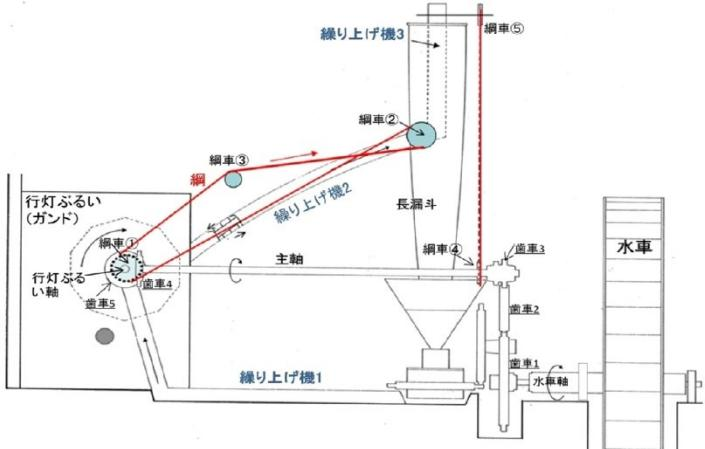

図1 製粉循環機構と動力の流れの概念図
図1は小屋内の製粉循環機構の動力の流れを示した概略図である。図中の伝動要素の歯車(万力)や綱車には、流れに応じた番号を付けてある。水車の動力はまず木製歯車1から3を経て、この水車場の動力を支配する主軸(丸太の様な)伝わる。その後、二つの小歯車4と5によって直角方向に回転が換えられ行灯ぶるい軸を回転させる。この軸は繰り上げ機1の駆動軸(突起付)と繰り上げ機2の綱車①②を綱で動かす(綱車③は張力付与の役)。もう一段上の繰り上げ機3はこの流れとは異なり、主軸の水車側についた綱車④⑤で動かされる。
繰り上げ機2と3はマニラ綱と木製の綱車の組合せで動き、その回転は綱車①②④⑤の直径に依存する。表2は各綱車有効径を求めたものである。外周と溝周を測定し、綱と溝が接する点の有効径を外径と溝径の中央値とした。繰り上げ機2の速度比は0.905でやや減速されていることが分かった。繰り上げ機3の速度比は1.00で等速であった。この場合の図1の様に十字掛けとなるのでテンショナー役の綱車③はすべり防止のために重要な役目をしている。